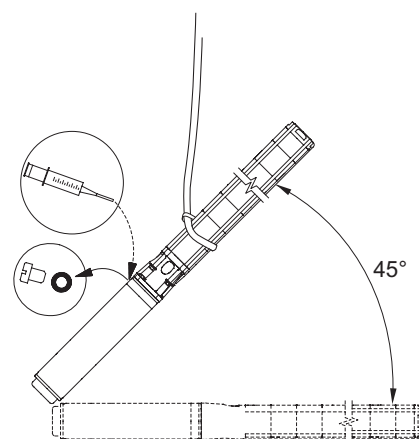

Fig. 3 Posição da bomba durante o enchimento – MS 6000
- Se o motor for fornecido do stock, o nível do líquido do motor tem de ser verificado, ver fig. 3.
- No caso de uma reparação o nível do líquido tem de ser verificado, ver fig. 3.
1. Colocar a bomba submersível tal como se exemplifica na fig. 3. O orifício de enchimento deve ficar no ponto mais alto do motor.
3. Injectar o líquido no motor com a ajuda de uma seringa de enchimento, fig. 3, até o líquido começar a transbordar pelo orifício.